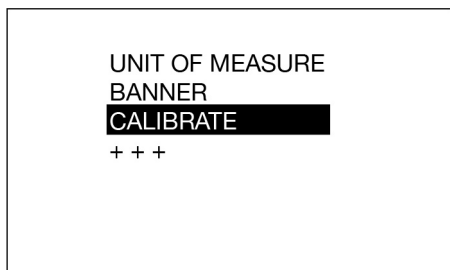

图 25
5. 使用键盘上的向上或向下箭头按钮高亮显示校准（图 25），然后按键盘中央的 ENTER 按钮选择校准选项。